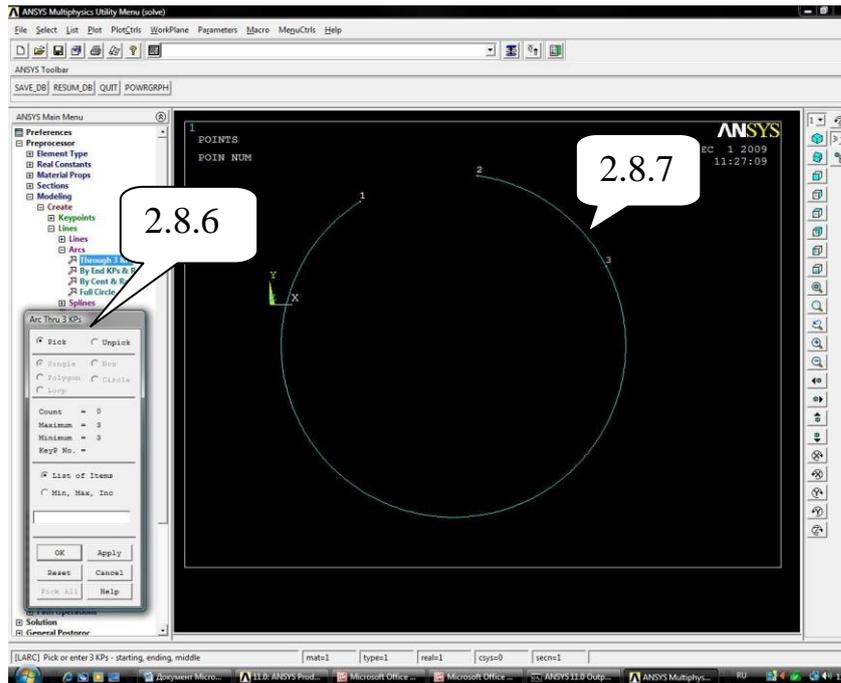

Рисунок 1.7 – Влияние последовательности указания точек
2.8.7 Выберите ЛКМ сначала точки КР1 и КР2, затем - точку КР3 (рисунок 1.7).